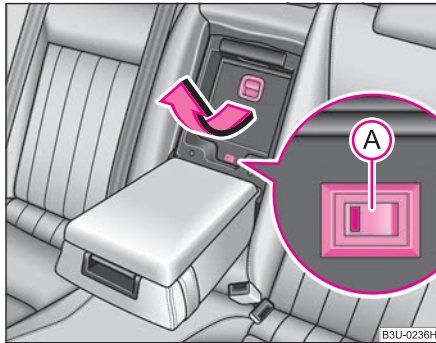

Fig. 75 Cutia frigorifică
- Trageți mânerul ⇒ pagina 89, fig. 75 și deschideți capacul în jos.
- Cutia frigorifică se pune și se scoate în/din funcțiune de la comutatorul (A) ⇒ pagina 89, fig. 75. Funcționarea va fi semnalizată prin aprinderea unei lămpi de control în comutator.